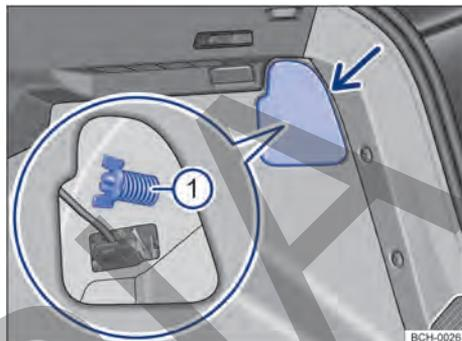
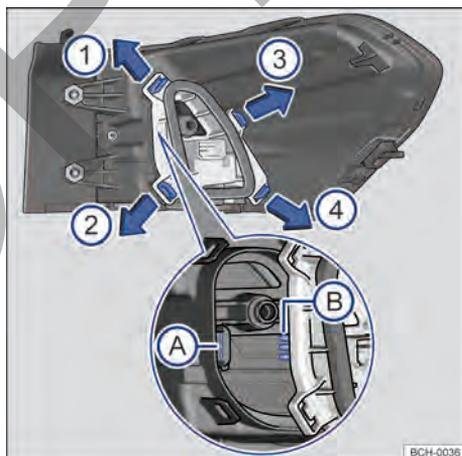

Fig. 159 En el maletero: desmontar la cubierta y retirar el tornillo mariposa ① (fragmento ampliado).
Fig. 160 Linterna trasera: desmontar el portalámparas.
- Para abir la cubierta de la luz, girar la traba → fig. 159 (flecha).
- 5 Aflojar el tornillo mariposa ① (fragmento ampliado) y retirarlo, sosteniendo, al mismo tiempo, la linterna trasera.
- 6 Tirar con cuidado de la linterna trasera hacia afuera, para desengancharla de la carrocería → ①.
- 9 Para desbloquear el soporte de las lámparas, presionar cada lengüeta de bloqueo → fig. 160 en el sentido de las flechas.
- 15 Instalar el soporte de las lámparas en el grupo óptico trasero, prestando atención al ajuste de las láminas de contacto en la carcasa → fig. 160 A y B. Las lengüetas de traba deben encajar de forma audible en la secuencia → fig. 160 ①, ②, ③ y ④.
- 18 Sostener la luz trasera en la posición de montaje con una de las manos y atornillar con la otra el tornillo mariposa → fig. 159 ①.